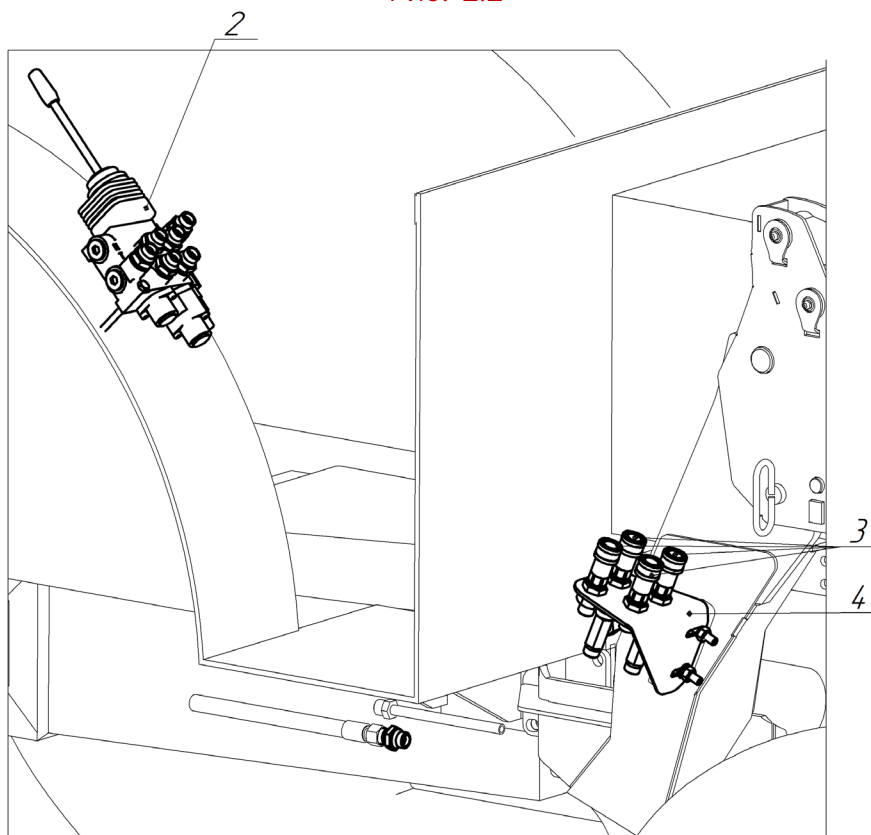

Рис. 2.3
2.1.2.1. Установить кронштейн гидрораспределителя 1 (рис. 2.3) на поперечную трубу кабины под лобовым стеклом при помощи крепежа из комплекта для установки гидрораспределителя в кабине. Для крепления предварительно в трубе просверлить два отверстия $\varnothing 10$ по месту. Допускается приварить кронштейн к поперечине с последующим восстановлением ЛКП.